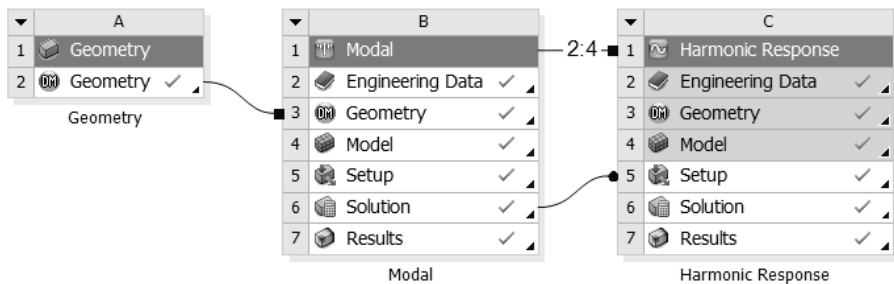

图 7-58 项目管理区中的分析项目
Step1：单击 Mechanical 界面右上角的 （关闭）按钮，退出 Mechanical，返回到 Workbench 主界面。此时，主界面的项目管理区中显示的分析项目均已完成，如图 7-58 所示。